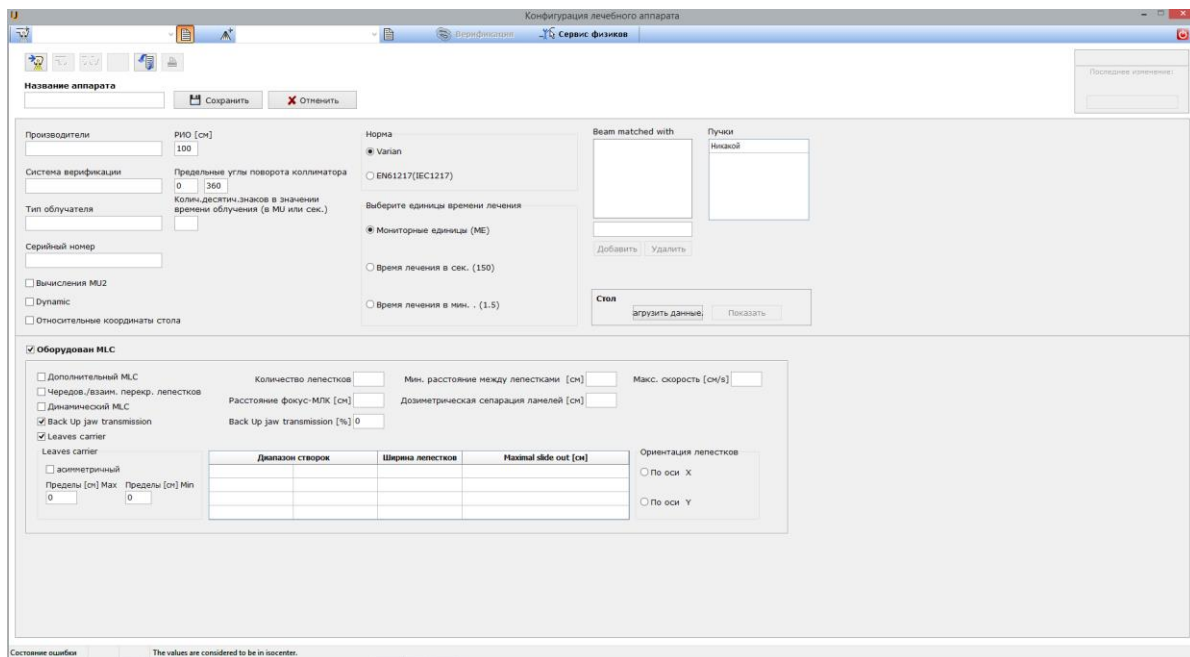

Рис. 31 Конфигурация облучателя
1. Запустите **PlanW** > кликните в Меню основного окна **Облучателя** > кликните на (Новый облучатель) > Дополните все требуемые данные (смотрите Рис. 31)